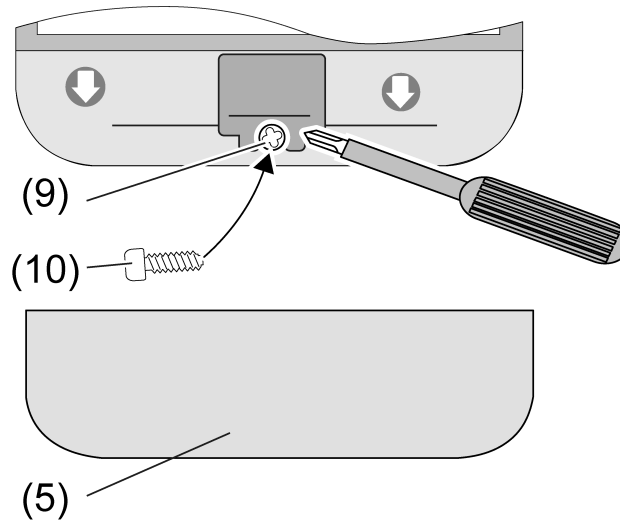

Bild 18
- Die Arretierschraube (10) in die Bohrung (9) des Schiebescharter eindrehen (Bild 18).